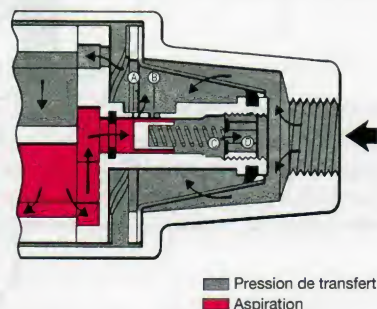

Figure 68.4. Régulateur de pression avec compensation de viscosité
Sur la **figure 68.4**, le sens des flèches indique le mouvement du carburant lorsque la pompe est en rotation. L'aspiration s'effectue à l'extrémité du couvercle, passage à travers le tamis, admission dans la pompe à palettes vers le haut, puis mise en pression vers le bas.
- un disque mince (C) a été ajouté dans la vis de réglage (D). Ce disque comporte un orifice à bords effilés et permet aux fuites du *piston* de retourner à l'admission (pompes DM, et DB) (**fig. 68.4**) ;
Une pression X se crée, venant assister le *ressort* de régulation réduisant ainsi l'ouverture de l'orifice A (fig. 68.4) ; la pression de transfert reste donc constante, quelle que soit la température ou la *viscosité* du combustible.